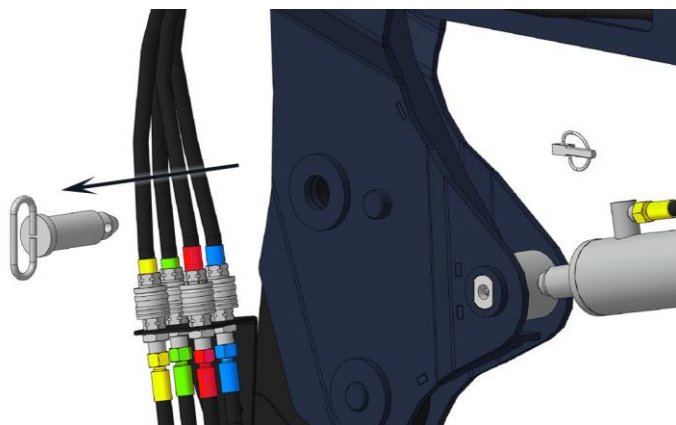

Рис. 2.4 – Демонтаж фиксаторов (кроме Универсал Premium)
- Раскрепите пятку от подрамника (рис. 2.4, 2.5).